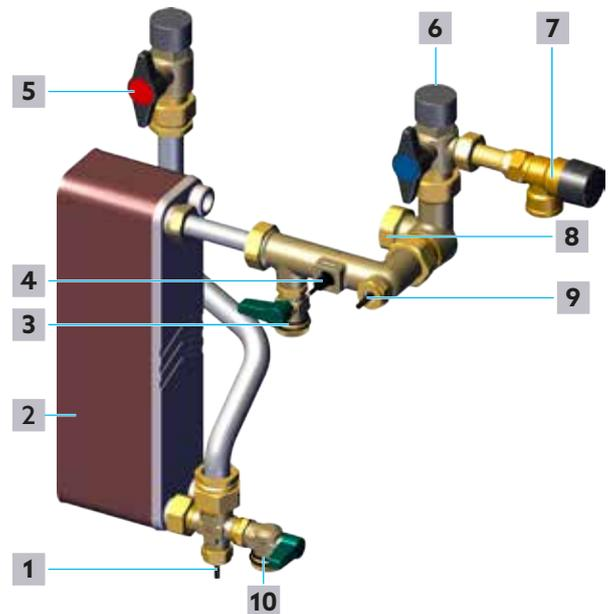

Fig. 4: Circuit E.C.S.
- 3 Fermer lentement le robinet d'arrêt à tournant sphérique - Eau chaude sanitaire (position **5** sur la Fig. 4 en page 26).
- 4 Fermer lentement le robinet d'arrêt à tournant sphérique - Eau potable froide (position **6** sur la Fig. 4 en page 26).
- 5 Dévisser le capuchon du robinet de vidange et de remplissage à tournant sphérique - Eau chaude sanitaire (position **10** sur la Fig. 4 en page 26).
- 6 Raccorder le tuyau de vidange pour l'eau potable au robinet de vidange et de remplissage à tournant sphérique - Eau chaude sanitaire (position **10** sur la Fig. 4 en page 26).
- 7 Ouvrir le robinet de vidange et de remplissage à tournant sphérique - Eau chaude sanitaire (position **10** sur la Fig. 4 en page 26).
- 16 Fermer le robinet de vidange et de remplissage à tournant sphérique - Eau chaude sanitaire (position **10** sur la Fig. 4 en page 26).
- 17 Ouvrir lentement le robinet d'arrêt à tournant sphérique - Eau potable froide (position **6** sur la Fig. 4 en page 26).
- 18 Ouvrir lentement le robinet d'arrêt à tournant sphérique - Eau chaude sanitaire (position **5** sur la Fig. 4 en page 26).